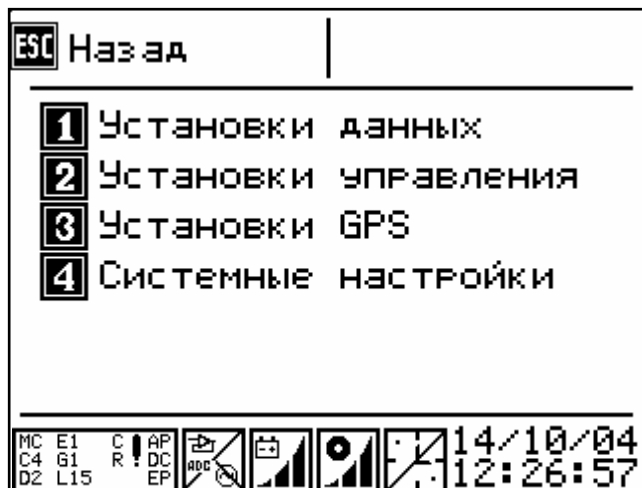

Рисунок 6.9
В данное меню (рисунок 6.9) переход осуществляется по кнопке **5** из главного меню (рисунок 6.1).
- кнопка **ESC** – вернуться в предыдущее меню (рисунок 6.9);
Кнопка **ESC** - установить параметры и вернуться в предыдущее меню (рисунок 6.9).
- кнопка **ESC** - вернуться в предыдущее меню (рисунок 6.9);